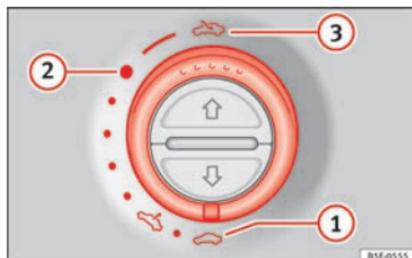

Abb. 11 An der Innenseite des Formhimmels: Schalter drehen zum Öffnen und Schließen.
- Öffnen: Drehen Sie den Schalter auf die Position » Abb. 11 ③.
- Komfortstellung: Drehen Sie den Schalter auf die Position » Abb. 11 ②.
- Schließen: Drehen Sie den Schalter auf die Position » Abb. 11 ①.